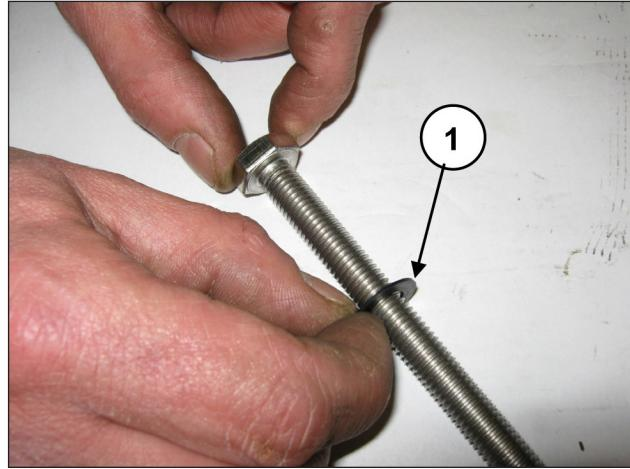

Fig. 181
Introducir la arandela $\varnothing 10 \times 18 \times 0.9$ en el tornillo de fijación del pistón (pos. ①, Fig. 181).